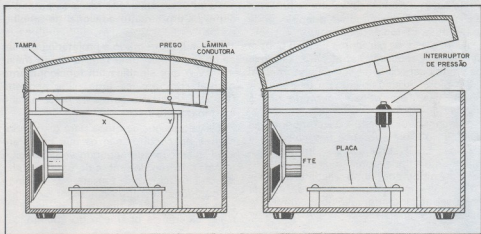

FIGURA 6
a) Porta-jóias ou cofre, conforme mostra a figura 6. Nesta versão, um interruptor do tipo "normalmente fechado" (usado em portas de geladeira) ou ainda um interruptor improvisado, é utilizado para acionar o circuito (XY) quando a tampa é aberta.